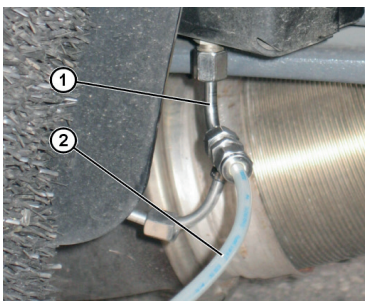

Fig. 4: Raccordement de la conduite de pression d'essai_2
2. Raccorder la conduite de pression d'essai (Fig. 4, Pos. 2) correspondant à la marque du véhicule.
Raccorder la conduite de pression d'essai (Fig. 4, Pos. 2) directement au module de dosage.
Raccorder la conduite de pression d'essai (Fig. 4, Pos. 2) au module de dosage à l'aide de l'adaptateur (Fig. 4, Pos. 1).